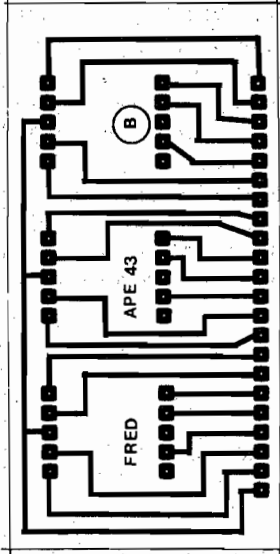

Fig.3
- **FIG. 3 - LAY OUT DO CIRCUITO IMPRESSO DA PLACA DOS DISPLAYS (B)** - Para que mecânica, elétrica e esteticamente o FRED ficasse bonito, prático, fácil de montar, simples de "encaixar" e confortável de usar, optamos pela implementação da montagem sobre **duas** placas, finalmente dispostas em "L"... Uma delas contém o circuito principal (placa A), e a outra contém apenas os **displays** (placa B). Na figura vemos o padrão de ilhas e pistas cobreadas apenas da placa B (dos **displays**). O desenho é simples (está em escala 1:1, tamanho natural, portanto...) e não deverá fazer ninguém "arrancar os cabelos" na sua confecção... O único ponto importante (além da conferência final, para ver se não restaram pequenas falhas ou "curtos"...) é respeitar rigorosamente as posições das ilhas, uma vez que os **displays** apresentam terminais muito curtos e pouco flexíveis (simplesmente **não dá** para "acochambar" as coisas, na hora da inserção, se tudo não estiver perfeito...). Observar a barra de 22 ilhas junto a uma das bordas maiores da plaquinha. Esse conjunto de contatos destina-se ao "interfaceamento" com a **outra** placa, via conjunto de pinos conectores em "L", conforme veremos mais adiante...